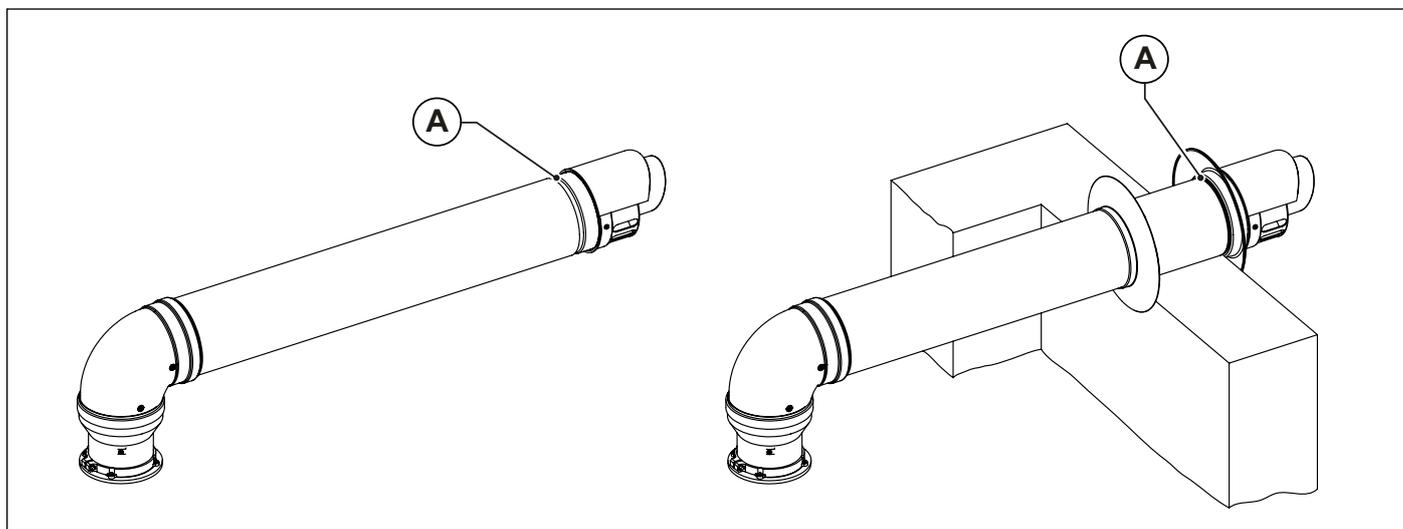

Fig. 14 Installazione terminali a parete
I terminali di aspirazione aria e scarico fumi, sdoppiati e coassiali, nella parte finale sono dotati di una gola (A) per il fissaggio del rosone esterno (vedi ID_IMG_InstallazioneTerminaliPareteANTEA Fig. 14 Installazione terminali a parete).